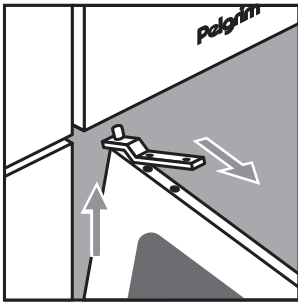

Abb. 9a
- Das obere Scharnier durch Lösen der 2 Schrauben abnehmen. Die Tür aus dem unteren Scharnier heben (siehe Abb. 9a).